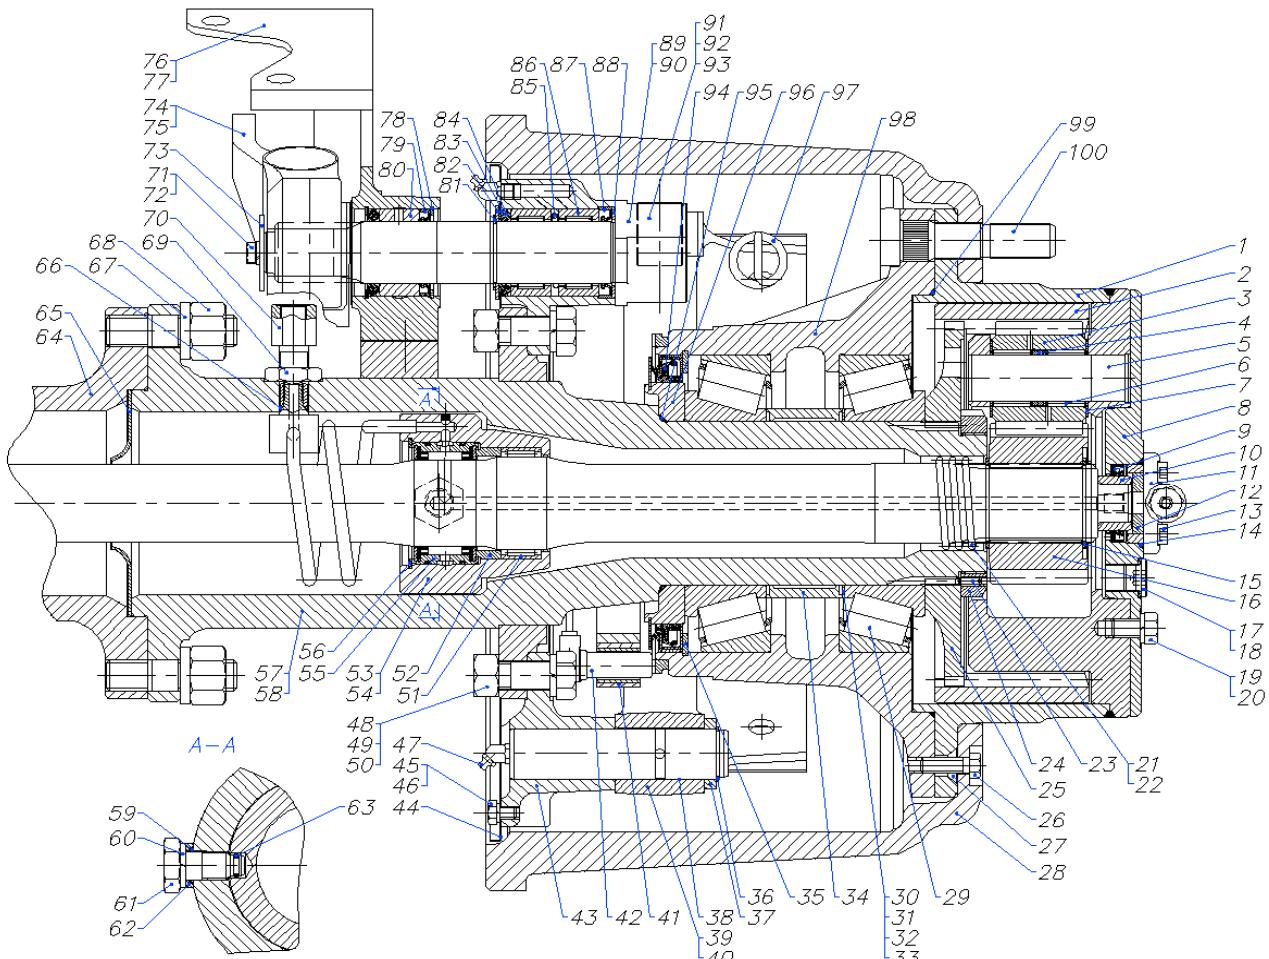
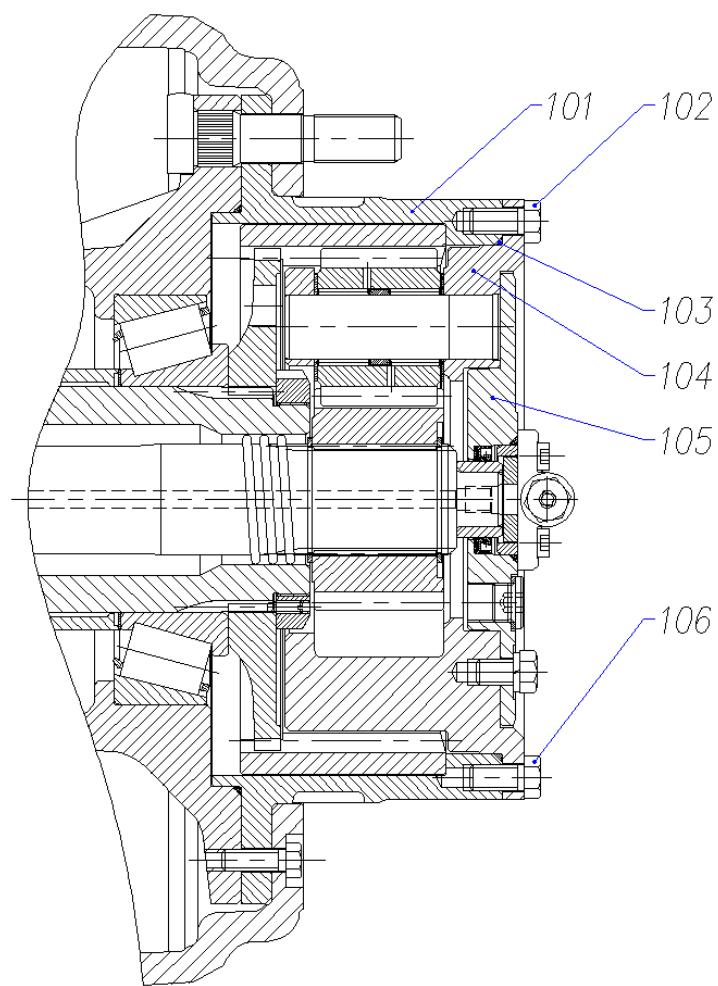

Рис. 1. Тормозной механизм и колесный редуктор – вариант со сваренным корпусом колесного редуктора
Рис. 2. Вариант со складным корпусом колесного редуктора
До июня 2008 года картер колесного редуктора производился из двух частей (рис. 2) – корпус (101) и держатель сателлитных колес (104), монтируемые друг к другу с помощью болтов M12×1,5×25. Обеспечение герметичности редуктора осуществляется посредством «О»-кольца 220×3 (103), поставляемое между двумя деталями. В этом случае колпачок держателя сателлитных колес (105) меньше, чем колпачок, применяемый на конструкции с рис. 1.
Прежде, чем приступить к разборке колесно-стуничной группы, вылейте масло из нее. Для этого поверните барабан (28) так, что пробка слива масла установилась в самом нижнем положении, удалите резиновую заглушку и отвинтите пробку (17). Подвергните под отверстие суд, чтобы собрать масло. После вытечки масла, приступите к разборке колесно-стуничной группы. В ней есть 2 литра масла. У колесно-стуничной группы со складным корпусом (рис. 2) роль сливной пробки играет отмеченный болт.
Вариант со складным корпусом колесного редуктора (рис. 2)
Вариант со сваренным корпусом колесного редуктора (рис. 1)